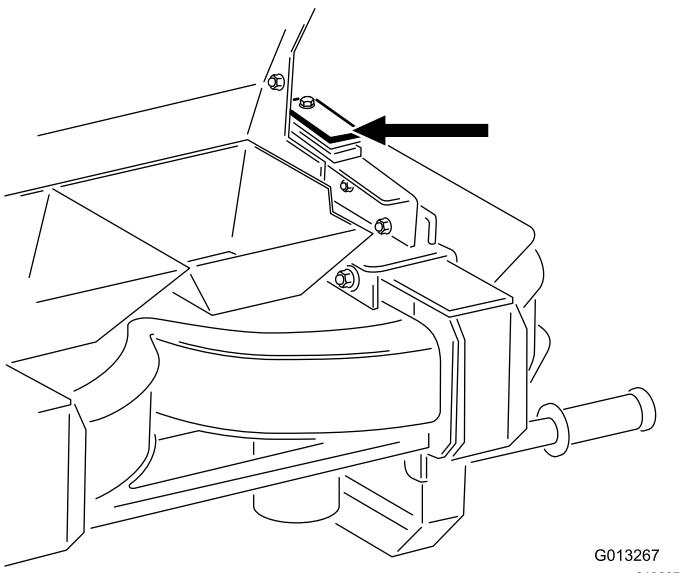

図2
- 同じトップドレッサでツインスピナーを使う場合は、図2に示すように、上部のプラスチックスペーサ($\frac{3}{8}$ ")と金属スペーサ($\frac{1}{4}$ ")を取り外し、代わりに、キットに付属しているプラスチックスペーサと金属スペーサを取り付ける。これにより、先に取り付けたサイドレールプレートを取り付けたままで、ツインスピナーもコンベアも利用できるようになる。